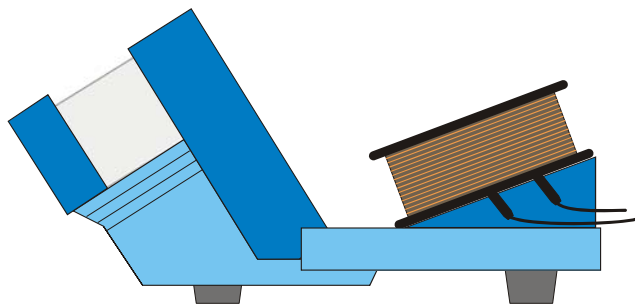

Fig. 2 Aufbau der Zusatzspule auf dem Röhrenhalter S (1014525)
- Spule so auf die abgeschrägte Auflage des Röhrenhalters S platzieren, dass die Stecker in den dafür vorgesehenen Schlitz gleiten (siehe Fig. 2).